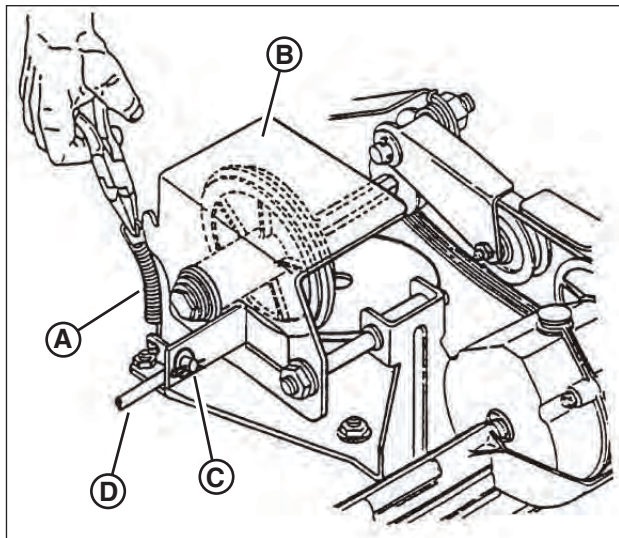

Figure 27 : Réglage du disque entraîné
2. Enlever le ressort du disque entraîné (**A**, **Figure 27**) de l'ensemble disque entraîné (**B**). Enlever aussi la goupille et la rondelle (**C**) de la tige de transfert (**D**), et enlever l'extrémité de la tige de transfert de l'orifice dans l'ensemble disque entraîné.
1. Enlever la goupille et la rondelle (**C**, **Figure 27**) de la tige de transfert (**D**), et enlever l'extrémité de la tige de transfert de l'orifice dans l'ensemble disque entraîné.